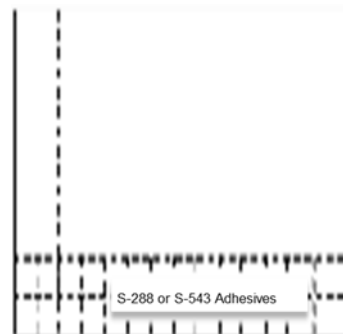

Figure 3 Bande d'adhésif.
- Appliquez l'adhésif en bandes de 0,6 à 1 m (2 à 3 pi) (Figure 3), en faisant attention de ne pas couvrir les lignes tracées à la craie. N'appliquez pas plus d'adhésif que vous pourrez couvrir en 45 minutes. En laissant un temps ouvert de 10 minutes et en ajustant le carreau de bordure de façon serrée, les déplacements de carreaux et le débordement d'adhésif pendant la pose seront minimisés. NE laissez PAS l'adhésif sécher complètement.
(Remplacez S-288 ou S-543 par S-1000 dans la Figure 3)